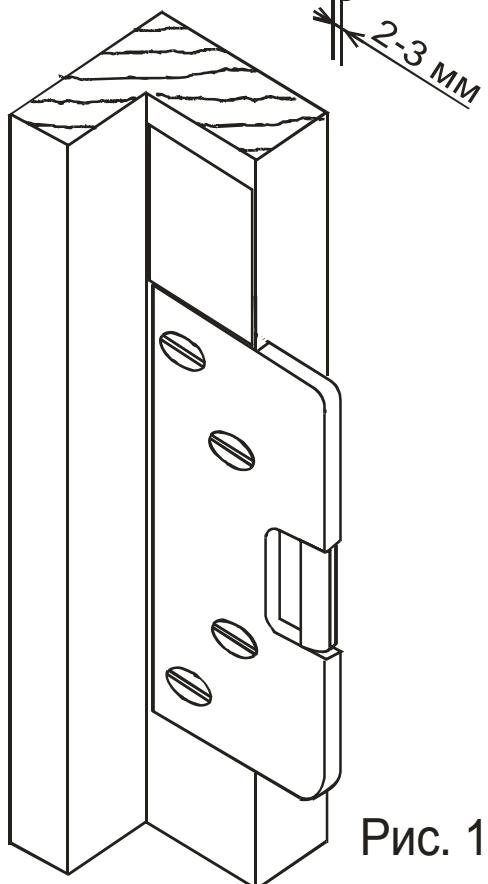

Рис. 11
6.1.8. Установите широкую запорную планку (рис.1, позиция 4) в соответствии с рис. 11, рис.12.